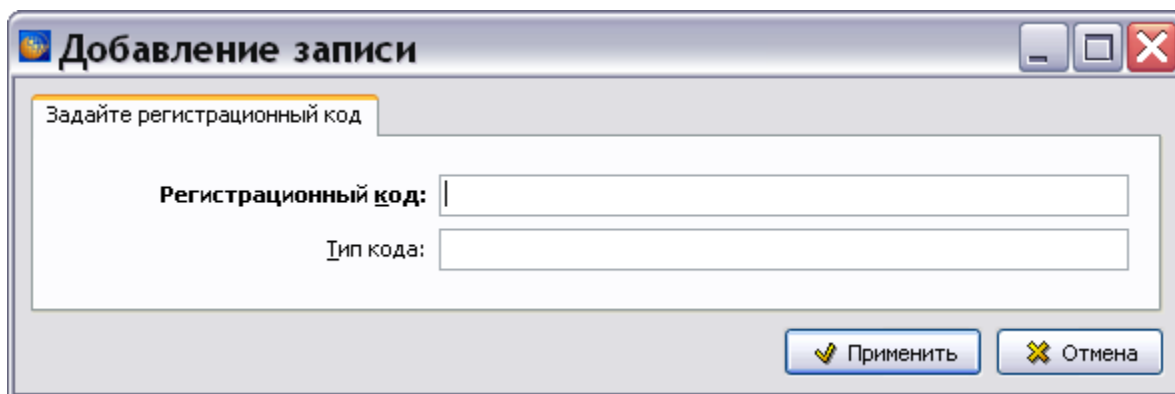

Рис. 17.18
- **Коды.** Для ввода кодов нажмите на кнопку **Добавить** . В окне **Добавление записи** введите значение регистрационного кода и тип кода (Рис. 17.18).